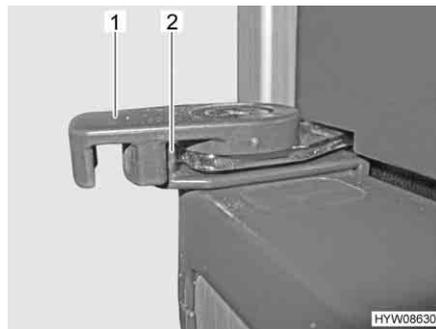

Fig. 65 Bloqueo de la puerta del frigorífico en posición de bloqueo
- Empujar el bloqueo (Fig. 65,1) hacia fuera.
- Girar el dispositivo de bloqueo (Fig. 65,1) hacia el centro del frigorífico. En esto, el rebaje interior del bloqueo tiene que hacerse pasar sobre la saliente de bloqueo (Fig. 65,2).